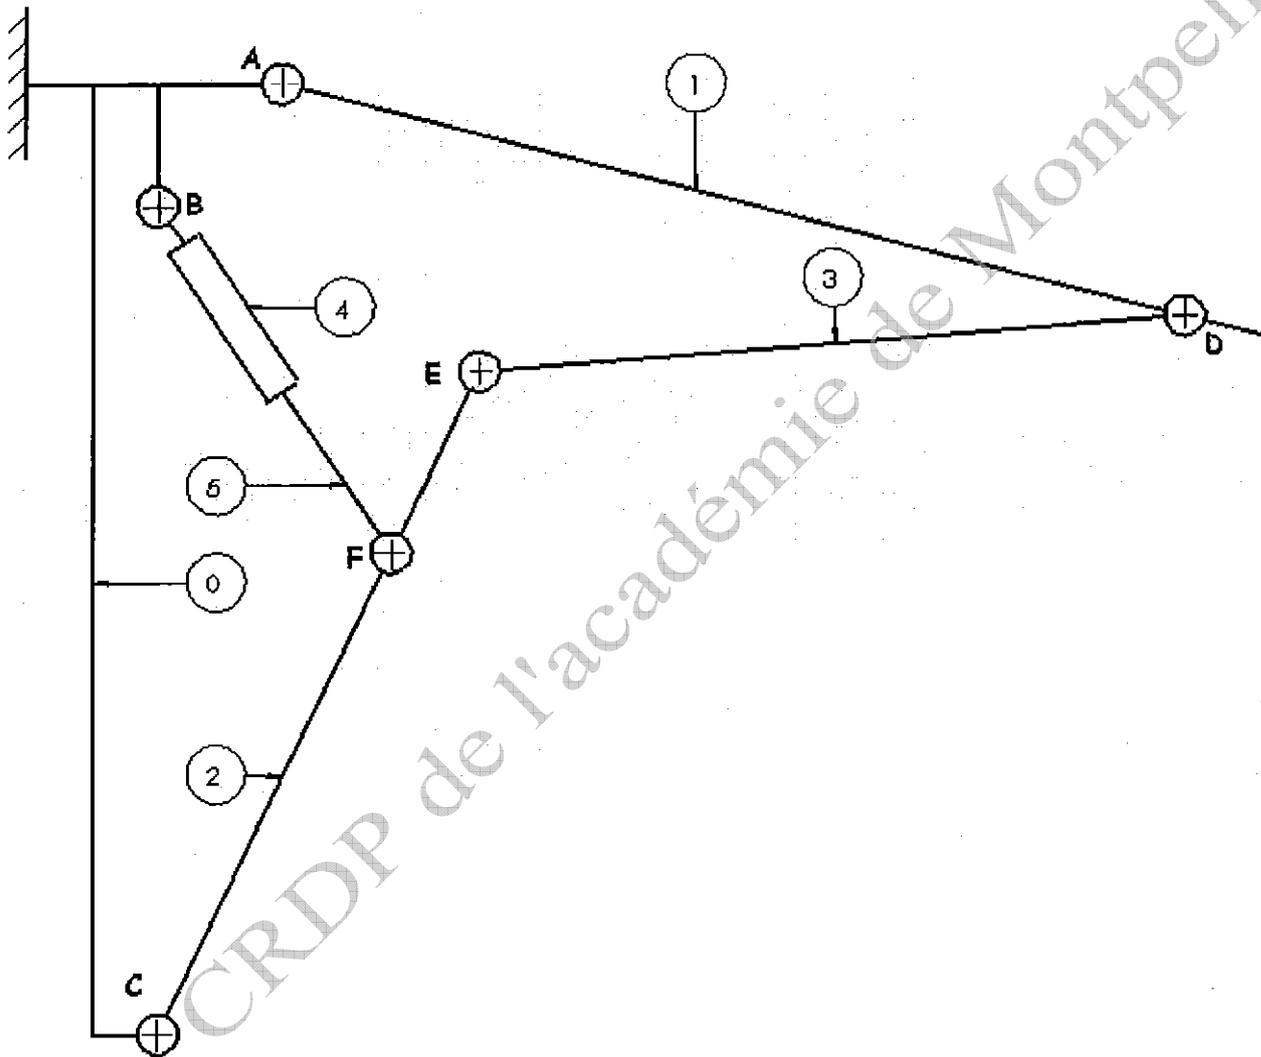

Fig.2
- Tracer et désigner les trajectoires des points D et E identifiés dans le tableau ci-dessus sur la fig2.
2.5 - Sur le schéma Fig. 2 page DR 5/13, en vous aidant du dossier ressource tracer le vecteur vitesse noté $\vec{V}_{F_{5/4}}$
Sur le schéma Fig. 2 page DS⁵ 6/13